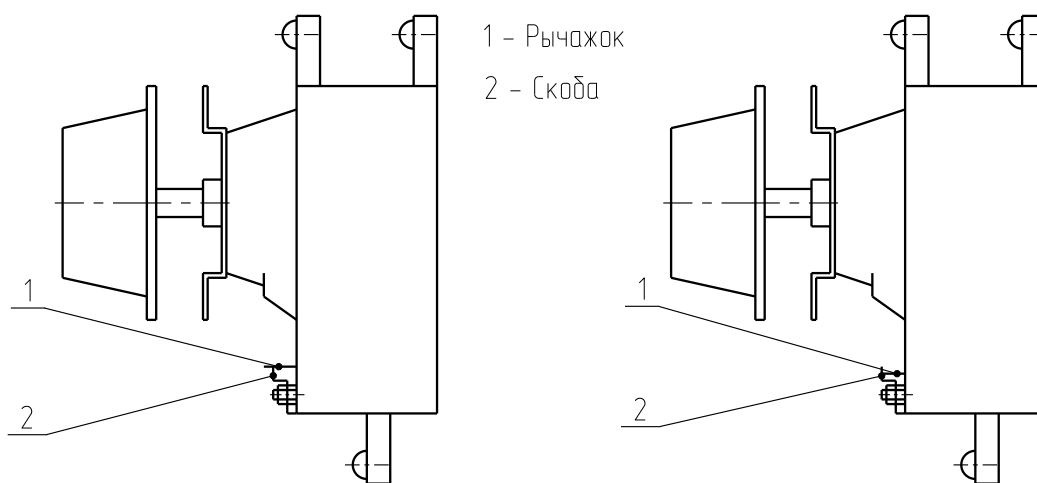

рис.10
Схема приходит в первоначальное положение. Рис.10
ВНИМАНИЕ! Перед включением шкафа необходимо убедиться, что термоограничитель В1 находится в рабочем положении (см.рис.10).
Рычажок 1 термоограничителя не должен удерживаться скобой 2 рис.10 при этом должна загореться зеленая сигнальная лампочка.
6) если датчик-реле температуры В2 выйдет из строя и температура воздуха в шкафу повысится до 350⁰С, сработает датчик-реле (термоограничитель) В1, при этом его контакты размыкаются, тем самым отключая электронагреватели Е4...Е7 (рис.10, поз.2).